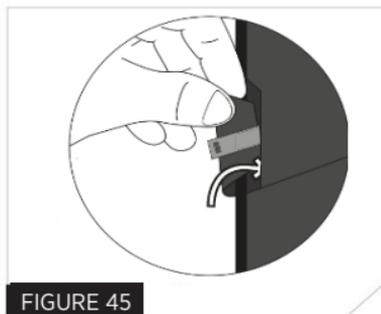

FIGURE 45
21. Assurez-vous que la languette de rupture est rangée dans le garage de rupture. (Fig. 45).